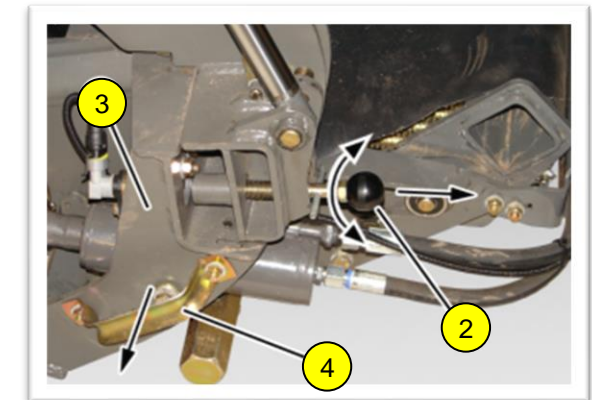

Bild 4
4. Die Schneideinrichtung fährt automatisch bis in die Position zum Messerwechsel. Den Verriegelungsbolzen **(2)** der Schublade lösen und seitlich verschieben **(4)** (VORSICHT bei Hanglage!) **(Bild 4)**
- Um Verluste zu minimieren, kann für Silage, Heu oder Stroh das Messer wie in Abbildung 4 montiert werden, sodass es nicht schneidet.